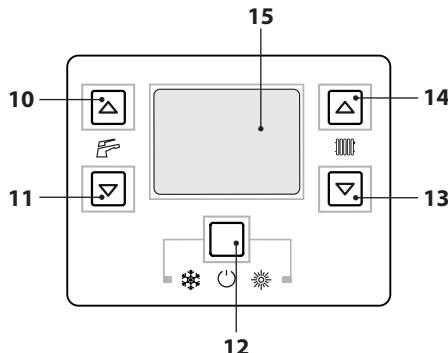

Figura 2.3
- Mantenga pulsado durante 2 segundos el botón 12 hasta que aparezcan en el display los símbolos y (Figura 2.3).